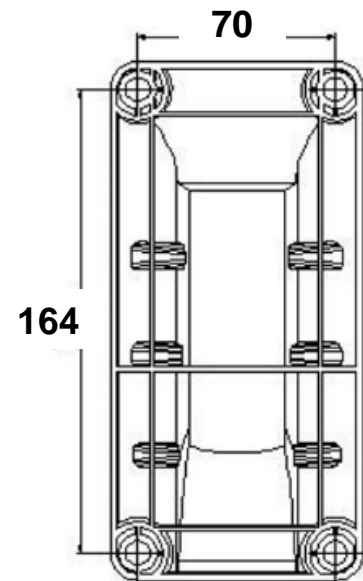

Abb.2
3. Nehmen Sie die Montagehalterung als Schablone, um die Position für die Dübel zu markieren und bohren Sie vier Löcher in die Wand (Abb.2)